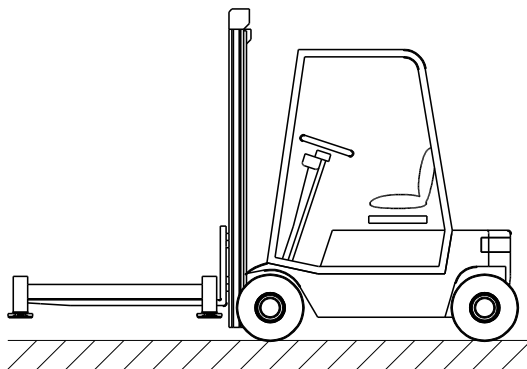
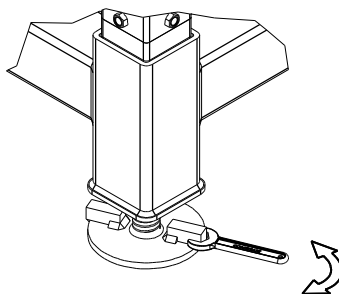

Bild 12. Lyft av Bottenramen med gaffeltruck.
Bild 13. Justering av fothöjd med en 22 mm skiftnyckel.
1. Se till att enheten placeras på en relativt plan yta. COMBISAFE Lastningssystem MkII Basenhet har fötter som är justerbara upp till 5 graders lutning. Använd en gaffeltruck för att lyfta Bottenramen, placera gafflarna under de horisontella fyrkantströren och öka avståndet mellan gafflarna innan lyft, se Bild 12. Placera Bottenram på marken och använd ett vattenpass för att se till att det står vågrätt. Vrid annars på fötterna för hand eller använd en 22 mm blocknyckel/skiftnyckel eller en hammare att slå med på Justerblocket för att ställa in fötterna tills Bottenramen står vågrätt, se Bild 13.